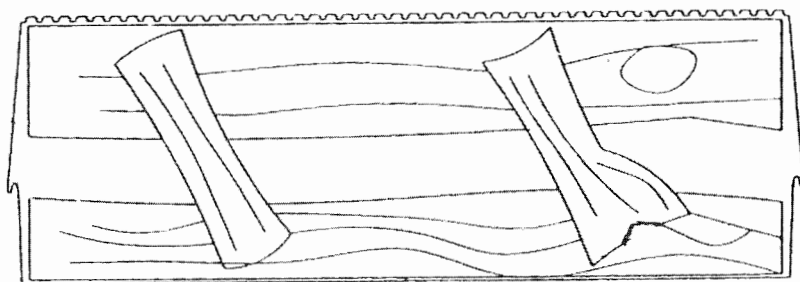

Fig. 3
- Placer les bûches de céramique selon le schéma (fig.3).